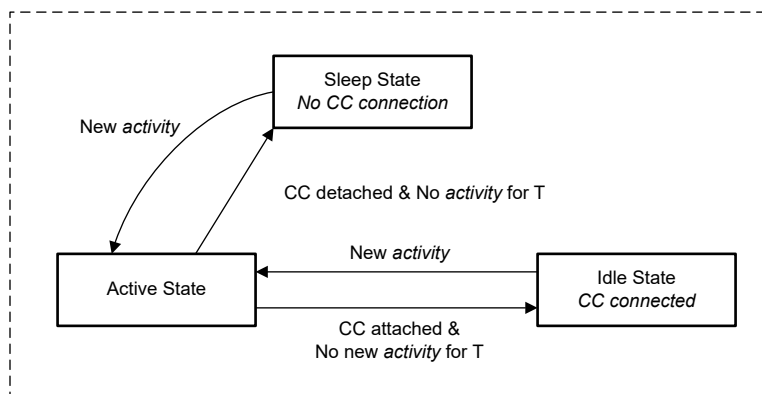

图 8-38. 电源状态流程图
TPS26741-Q1 可在四种不同的电源状态之一下运行：运行、空闲、睡眠或关断。表 8-9 中总结了每个状态下可用的功能。该器件会根据处于运行状态和需要的电路在电源状态之间自动转换，请参阅图 8-38。在睡眠状态下，TPS26741-Q1 会检测 Type-C 连接或进入运行状态所需的其他活动（比如液体检测操作）。在运行模式与空闲模式之间转换需要一段时间 (T)，其间不执行以下任何活动：